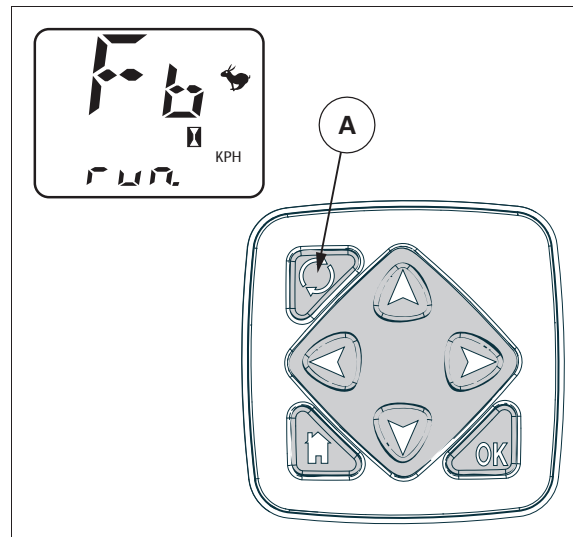

Fig. 13.
6. "run" debe aparecer en la pantalla *fig. 13*.
7. Pulse el selector de visualización (A) cuando se cruce la línea final del recorrido.
8. Pulse el selector de visualización (A); aparece la velocidad hacia delante constante (teórica) medida durante la calibración.
9. Pulse de nuevo el selector de visualización (A); aparece la velocidad hacia delante constante efectiva (radar) medida durante la calibración de los tractores equipados con un radar.
10. Pulse el selector de visualización (A) una última vez; el panel de instrumentos vuelve al modo de funcionamiento normal.